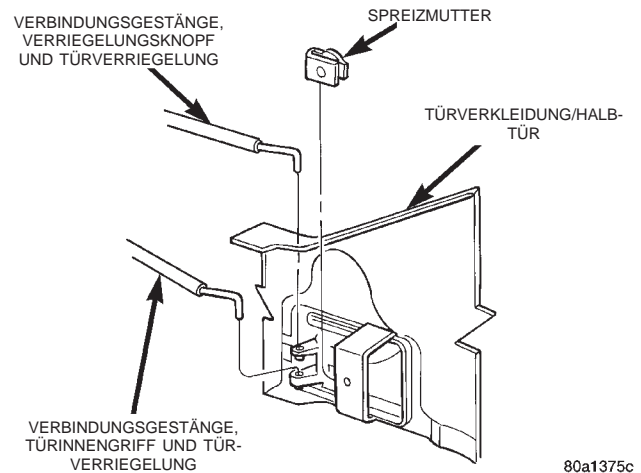

Abb. 39 Türinnengriffbetätigung
- (1) Torx-Schraube lösen, mit der der Türinnengriff an der Tür befestigt ist.
- (2) Türinnengriff vorsichtig von der Tür abziehen.
- (3) Verbindungsgestänge der Türverriegelung aus dem Türgriff aushängen (Abb. 39).